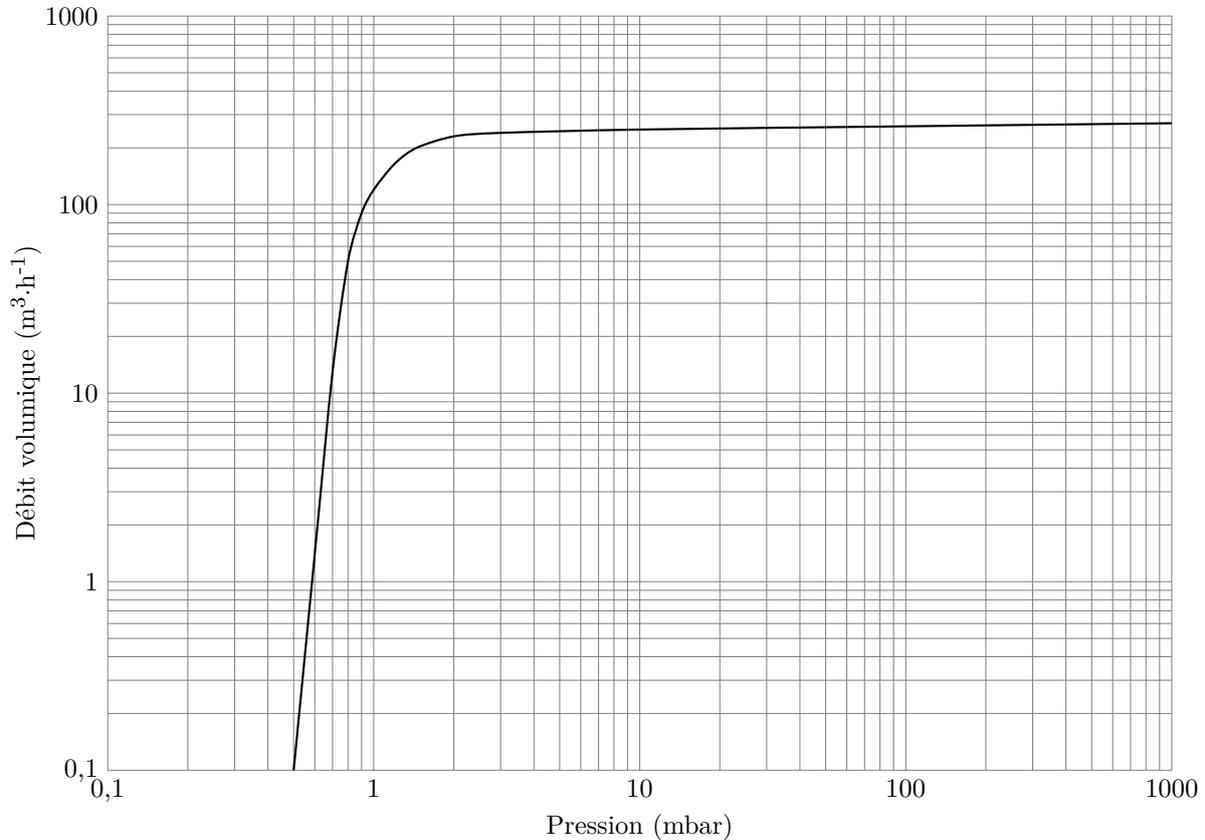

Figure 2 Caractéristique de la pompe Becker U 4.300³
I.A.2) La **figure 2** présente la caractéristique (c'est-à-dire le débit volumique D en fonction de la pression P dans le réservoir) d'une pompe à palette à gros débit.
b) On fait l'hypothèse qu'un volume d'air V_f , à la pression P_0 et à la température T , est réintroduit dans le réservoir à chaque cycle de pompage. Montrer que cette hypothèse permet de mieux rendre compte de la caractéristique de la pompe donnée **figure 2**.
e) Est-ce que la modélisation du fonctionnement de la pompe à palette faite à la **question b)** permet de rendre compte correctement de la caractéristique présentée à la **figure 2** ?
On installe N pompes identiques placées tous les 2 km du trajet. La caractéristique $D = f(P)$ de ces pompes est celle présentée en **figure 2**.
I.B.3) Déterminer les valeurs numériques du volume V du tube et du nombre N de pompes. Puis en utilisant la figure 2, calculer numériquement le temps nécessaire pour atteindre la pression $P = 2$ mbar dans le tube à partir de la pression atmosphérique.